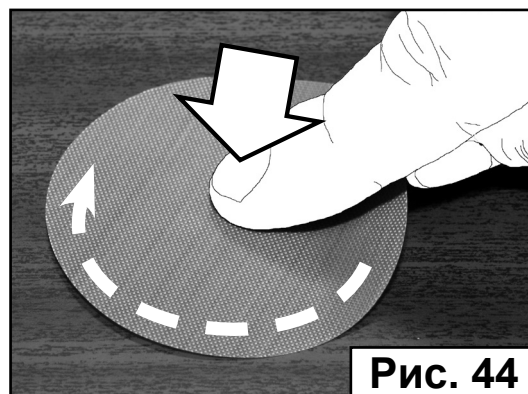

Рис. 44
2. Слегка прижимая ее к поверхности (Рис. 44), плавными круговыми движениями протрите обследуемую поверхность салфеткой.